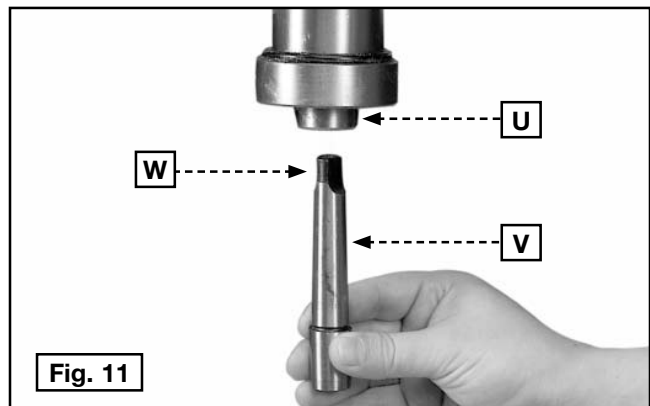

Fig. 11
IMPORTANTE: Asegúrese que el orificio cónico en la parte inferior del husillo (U) Fig. 11, y el cono del adaptador del husillo (V) estén limpios y no tengan grasa, esmalte o revestimientos anti-óxido.
Empuje el adaptador del husillo (V) Fig. 11 en el husillo (U) verificando que la espiga (W) entre bien en la ranura dentro del husillo (U).